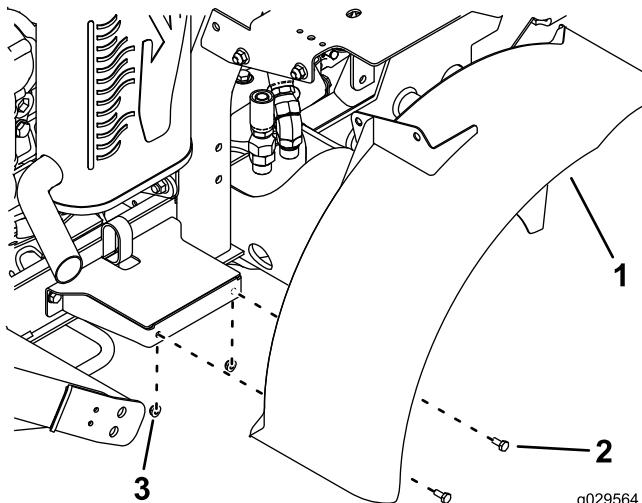

図7
11. 右フェンダの側部をフェンダのマウントに仮止めするボルト $1/4 \times 5/8$ インチ2本とナット $1/4$ インチ2個を使用する図7。
12. フェンダ上部にブラケットを仮止めするボルト $3/8 \times 3/4$ インチ2本とフランジナット $3/8$ インチ2個を使用して図7のように取り付ける。